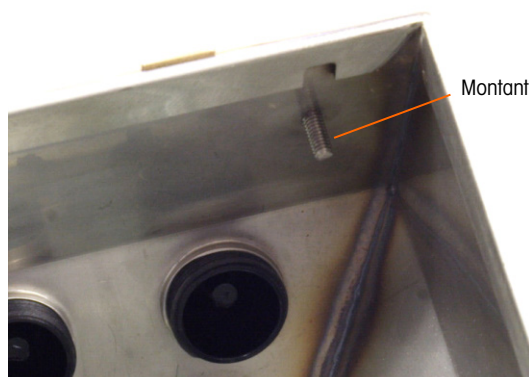

Figure A-10 : Montant de fixation inversée du panneau avant
4. Tournez soigneusement l'arrière de l'enceinte de 180 degrés et fixez à nouveau les deux bandes de mise à la terre aux deux montants près des bagues à l'aide des deux écrous enlevés au cours de l'étape précédente. La Figure A-10 illustre l'un des montants. Serrez les deux écrous.